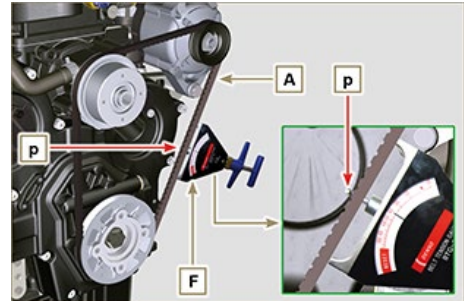

Fig 5.10
5. Compruebe que en el punto **p** la tensión se encuentre entre **70 y 75 Hz** para correa de **9 mm** de espesor y entre **80 y 85 Hz** para correa de **17 mm** de espesor (**Fig. 5.10**) (**H**) con la herramienta adecuada.